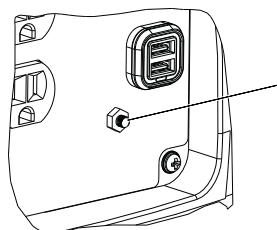

Figure 3-1. Mise à la terre de la génératrice
Voir Figure 3-1. La génératrice portable est équipée d'une borne pour le raccordement d'un conducteur d'électrode de mise à la terre si un système d'électrode de terre est exigé par l'Article 250.34 (A) du NEC. Les bornes pour conducteur de mise à la terre des prises de la génératrice sont reliées à la carcasse de la génératrice. Si la génératrice alimente du matériel raccordé au moyen d'un cordon à fiche, tel que des outils électriques, le NEC ne prévoit pas que la carcasse de la génératrice doive être raccordée à une électrode de mise à la terre. Le conducteur de neutre de la génératrice est raccordé à la carcasse de la génératrice conformément à l'Article 250.34 (C) du NEC.